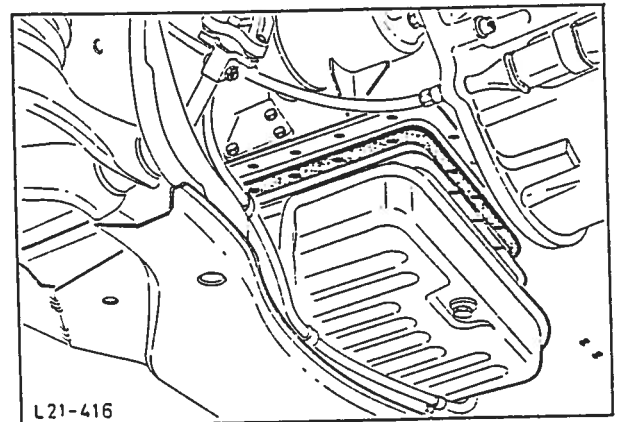

Fig. 101 Montering av bunnpanne.
7. Rengjør anleggsflatene på bunnpanne og motorblokk grundig. Fjern alle rester av den gamle pakningen og rett ut eventuelle boyde partier på bunnpannens anleggsflate. Fest den nye pakningen til motorblokken med fett og sorg for at pakningen ligger riktig an. Monter bunnpannen og trekk jevnt til med angitt moment (se tekniske data), fig. 101.